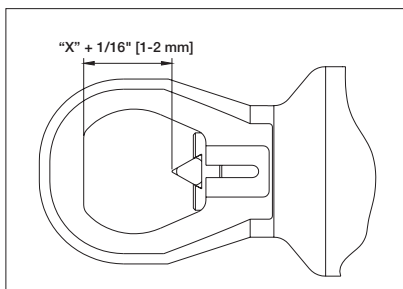

Figura 6
4. Gire el cabezal de corte hasta que la distancia de la cara plana del cabezal hasta la punta de la cuchilla es la misma que la distancia entre la tuerca y el perno medida anteriormente en el Paso 1 MÁS uno 1 a 2 mm (1/16"). Véase Figura 6.